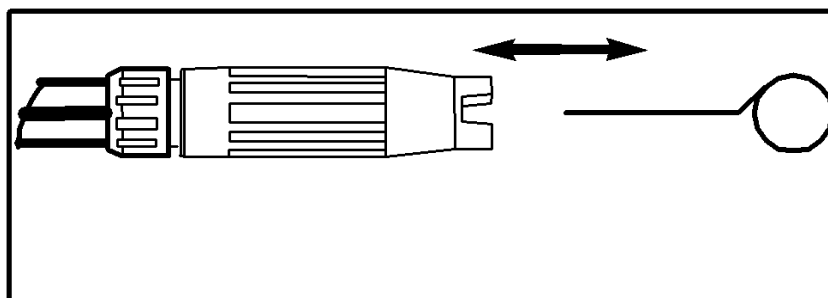

Figure 6 - Insérez l'outil de nettoyage de l'embout dans l'ouverture de la buse et déplacez-le d'avant en arrière jusqu'à ce que les débris soient éliminés.
- À l'aide de l'outil de nettoyage de la buse fourni ou d'un trombone déplié, insérez le fil dans l'ouverture de la buse et déplacez-le d'avant en arrière jusqu'à ce que les débris soient éliminés (voir fig. 6).